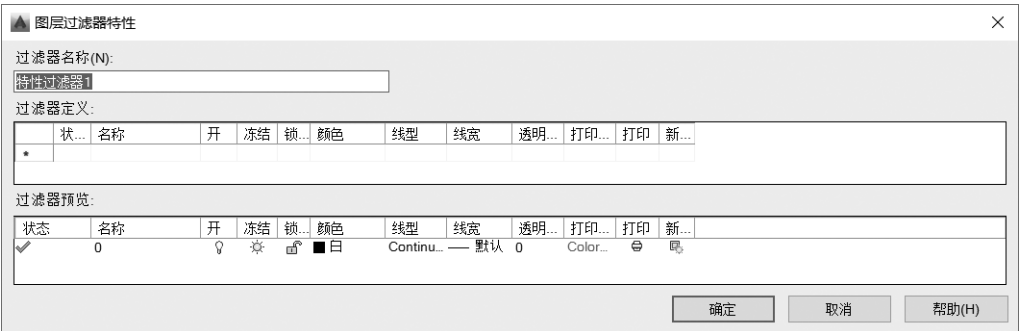

图 4-4 “图层过滤器特性”对话框
1) “新建特性过滤器”按钮 ：用于打开“图层过滤器特征”对话框，如图4-4所示。该对话框可以对图层进行过滤，改进后的图层过滤功能大大简化了用户在图层方面的操作。在该对话框中，可以在“过滤器定义”列表框中设置图层名称、状态、颜色、线型及线宽等过滤条件。